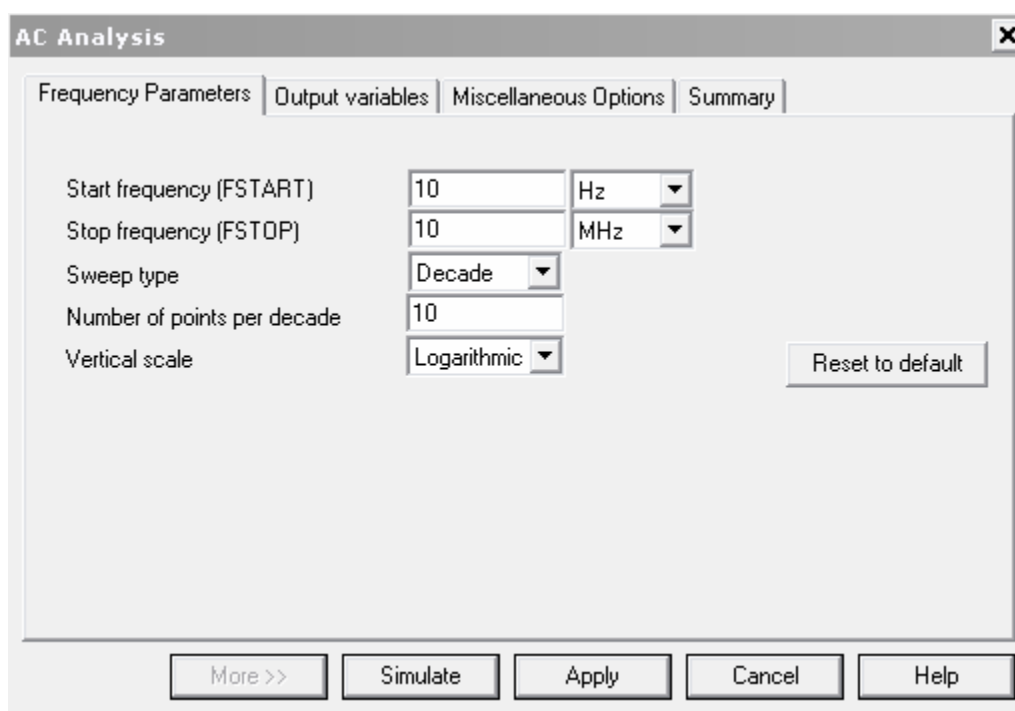

Figura .4.14. Menú de AC análisis
- Seleccionar el submenú "AC análisis", el cual está dentro del menú "Simulate/Análisis". La pantalla que saldrá será la de la Figura 4.14.